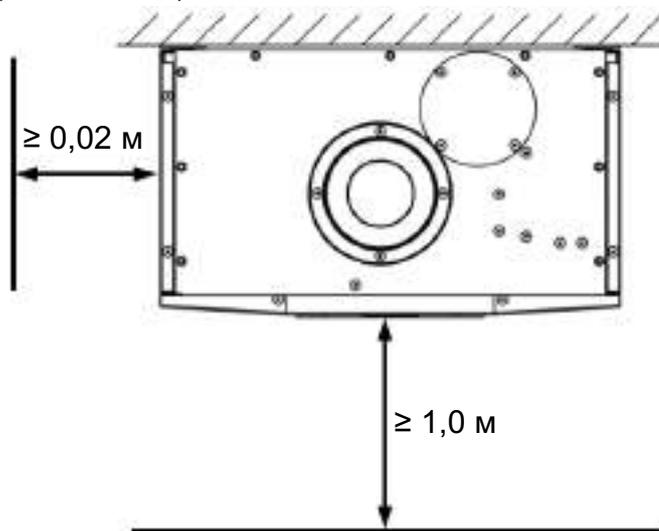

Рис. 12
- Перед фронтом котла **должна быть** зона обслуживания не менее 1,0 м. (См. Рис. 12)
- Расстояние от котла до боковой стены из несгораемых материалов **должно быть** не менее 2 см. (См. Рис. 12).